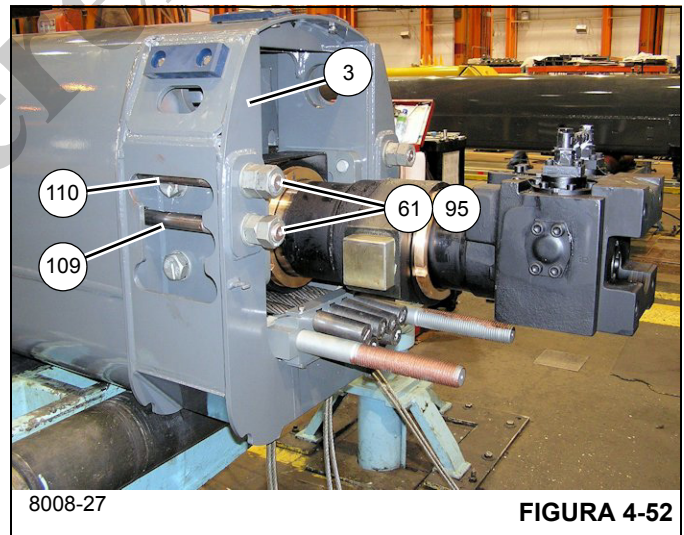

FIGURA 4-52
82. Aplique pasta antiagarrotamiento Never-Seez a las rosas de los dos pernos (76).
83. Instale los dos cables de extensión de la sección telescópica 4 (109, 110) en los agujeros en la parte trasera de la sección telescópica 2 (3) (lados izquierdo y derecho) (vea la Figura 4-52).
85. Instale una arandela plana (61) y dos tuercas (95) a cada uno de los cuatro cables de extensión de la sección telescópica 4 (109, 110) (vea la Figura 4-52).